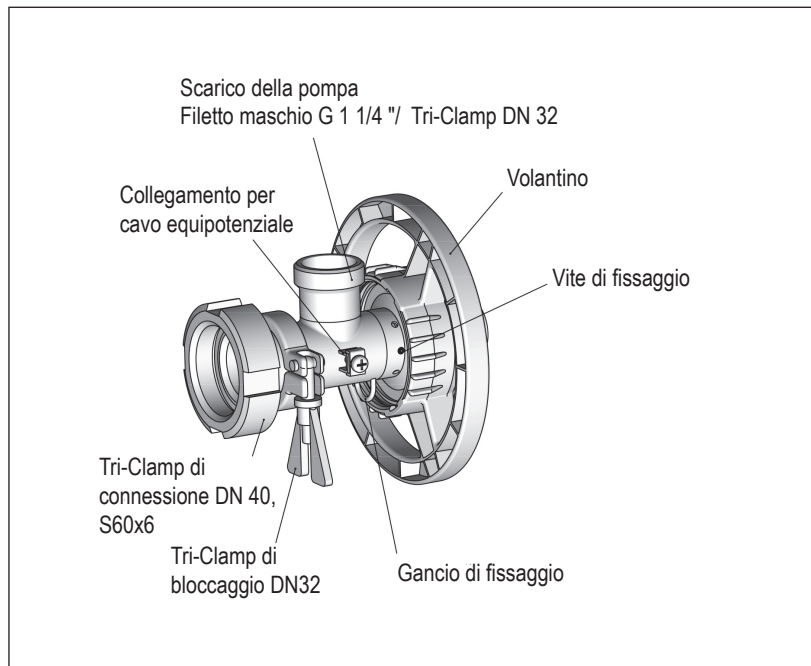

Fig. 1
- ✓ Le viti di fissaggio sul tubo pompante sono serrate saldamente (→ Fig. 1)